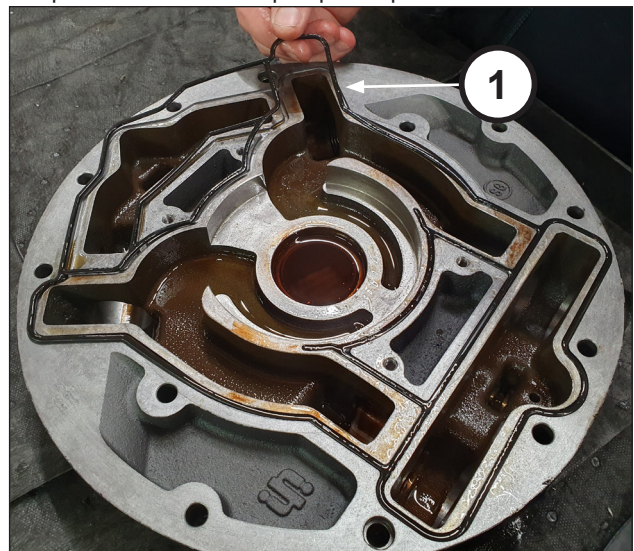

Abb. 92
Setzen Sie die O-Ring-Formdichtung (Pos. ①, Abb. 92) in den entsprechenden Sitz im Ölpumpenkörper ein.